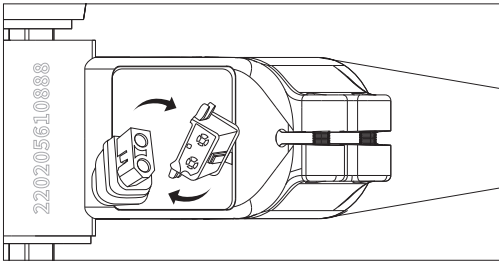

Figure 7-2
- Branchez le câble entre la batterie et le contrôleur, comme indiqué dans [Figure 7-2].